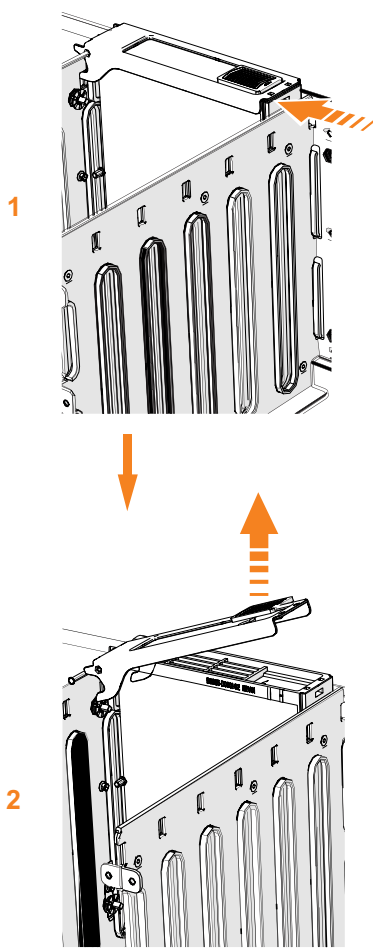

Figure 101. Retrait de l'unité de disque
5. Faites glisser le loquet de déverrouillage vers l'avant (**1**), comme indiqué dans la figure 101.
6. Soulevez la poignée (**2**) pour déverrouiller la porteuse d'unité de la partition, comme indiqué dans la figure 101, à la page 117. Assurez-vous que l'extrémité du loquet est complètement dégagée.